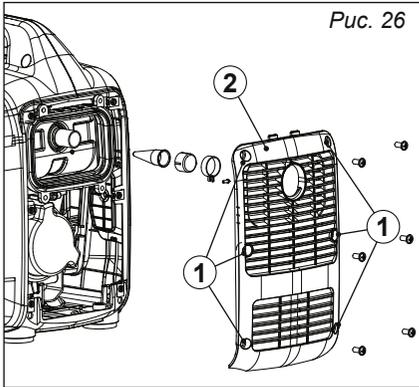

Рис. 26
1. Отвинтите винты (1), а затем снимите крышку (2), *рис. 26.*